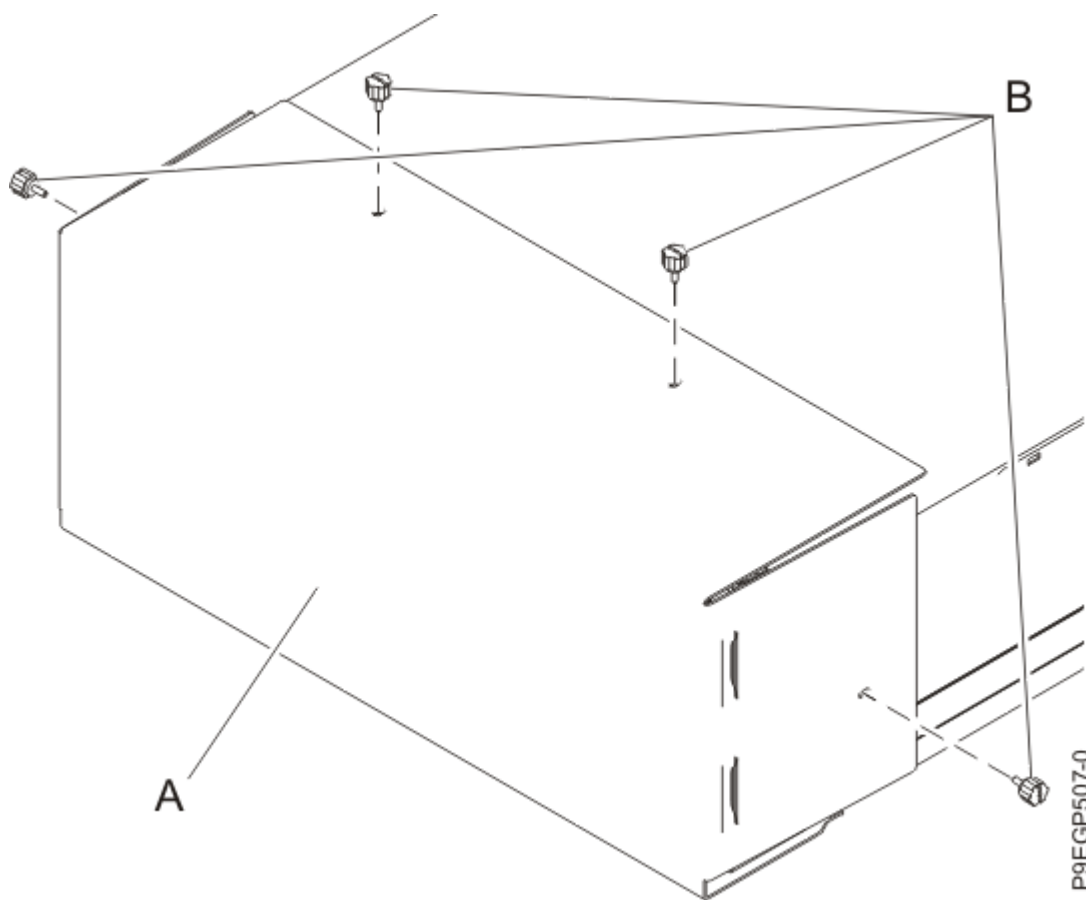

Figure 7. Retrait du capot de transport
2. Retirez les quatre vis moletées **(B)** qui permettent de fixer le capot de transport **(A)** à l'arrière du tiroir, comme illustré dans la Figure 7, à la page 10. Retirez le capot de transport.